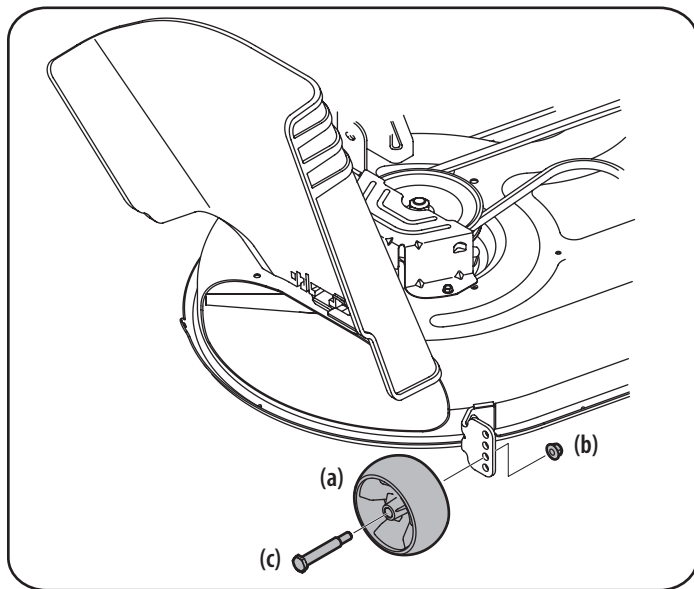

Figura 10
- Retire las ruedas de calibración delanteras y traseras (a) retirando las tuercas de sujeción (b) y los tornillos con reborde (c) que las sujetan a la plataforma. Consulte la Figura 10.